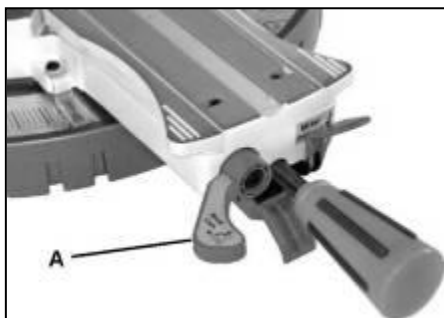
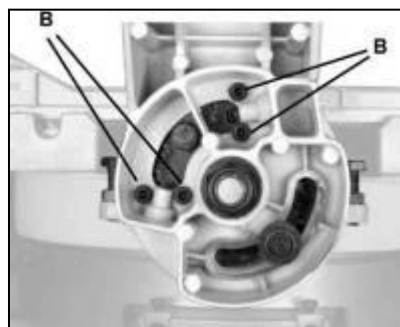

Рис. 8
Рис. 9
1. Поверните *ручку фиксации наклона угла* (A, рис. 8) по часовой стрелке, чтобы ослабить и наклонить пильную голову, вытягивая *фиксатор наклона угла* (E, рис. 10) на против 0° остановитесь. Поверните *ручку фиксации наклона угла* (A, рис. 8) против часовой стрелки, чтобы затянуть.
3. Используя 5-миллиметровый шестигранный ключ, ослабьте четыре *болта регулирования* (B, рис. 9) позади усовочной пилы. Ослабьте *ручку фиксации наклона угла* (A, рис. 8) и наклоняйте пильную голову движением руки, чтобы сторона пильного диска прилегла плоскостью к поверочному угольнику.
4. Закрутите *ручку фиксации наклона угла* (A, рис. 8) и затяните четыре *болта регулирования* (B, рис. 9).
2. Ослабьте ручку фиксации наклона угла (А, рис. 8) и наклоните усилием руки пильную голову налево (иллюстрация 11).
2. Ослабьте ручку фиксации наклона угла (А, рис. 8) и наклоните усилием руки пильную голову налево (иллюстрация 13).
2. Ослабьте *ручку фиксации наклона угла* (А, рис. 8).